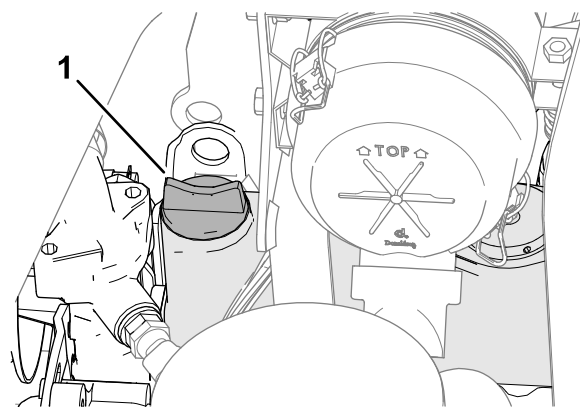

図 64
5. オイルの量が不足している場合は、補給口のキャップ **図 64** を取り、ディップスティックで油量を確認しながら少しずつ、FULL マークまで補給する。